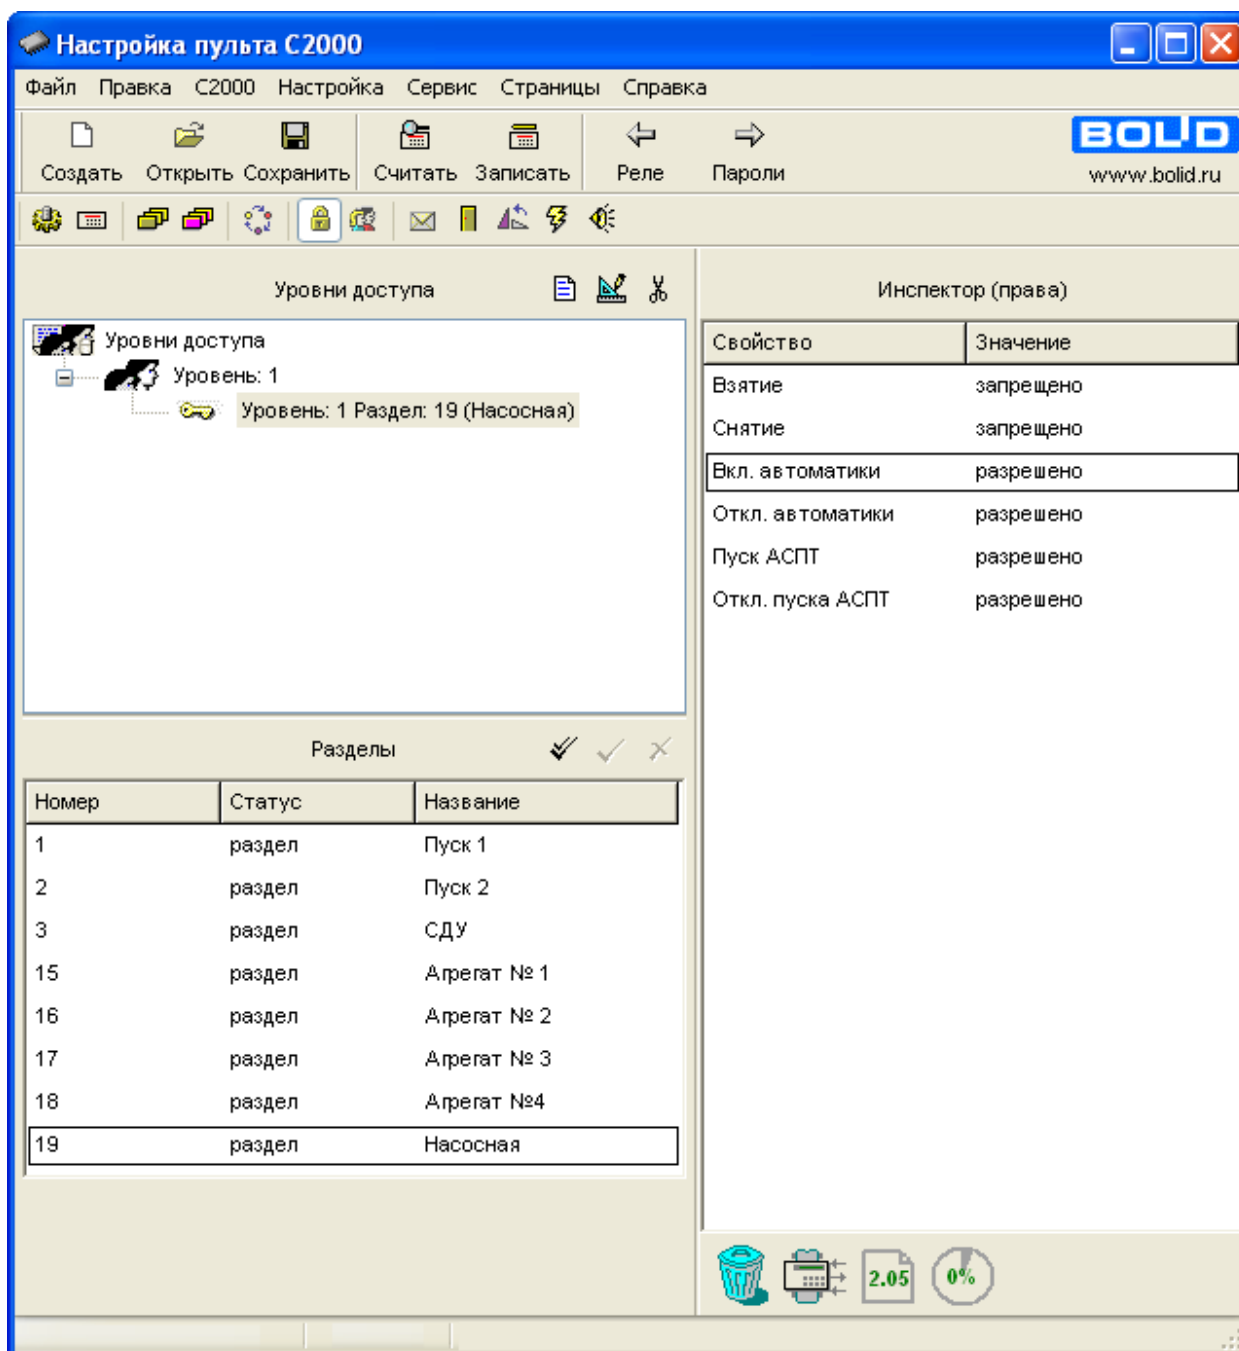

Рисунок 15
3. В окне «Разделы» выберите раздел, управление которым разрешено для создаваемого уровня доступа (т.е. раздел, содержащий зоны №26 – состояние автоматического управления и №32 – дистанционный запуск пожаротушения). Переместите его наверх в создаваемый уровень доступа с помощью мыши (см. Рисунок 15).